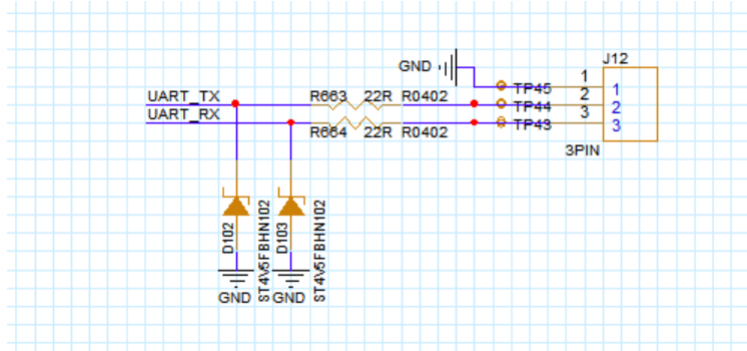

图 3.19 电路参考
3. 针对与上位机通讯的接口，以及作为量产产品需要预留 ESD 器件防止静电损坏 IC，预留测试点方便厂测和开发调试，电路参考如 图 3.19 所示。